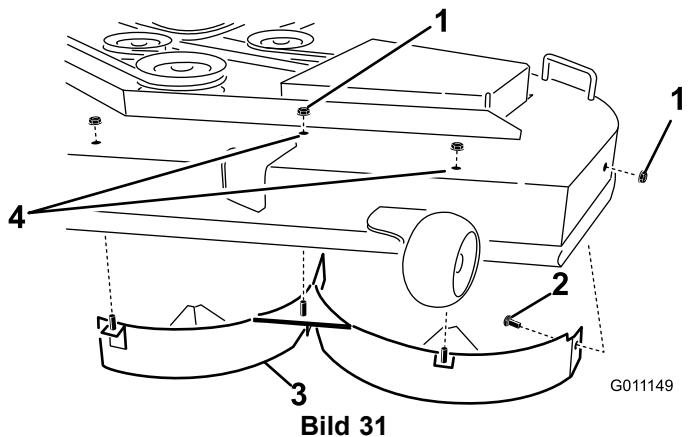

Bild 31
7. Entfernen Sie das linke Ablenkblech vom Mähwerk, wie in Bild 31 dargestellt.
8. Sie finden die zwei Schrauben und Sicherungsmuttern in den losen Teilen. Setzen Sie die Befestigungen in die Löcher oben am Mähwerk ein, wie in Bild 31 dargestellt, um das Herausschleudern von Grünabfällen zu vermeiden. Setzen Sie die Schraube durch die Unterseite des Mähwerks ein und befestigen sie mit einer Sicherungsmutter von oben.
6. Entfernen Sie die drei Sicherungsmuttern (5/16 Zoll) die an den geschweißten Pfosten des linken Ablenkblechs oben am Mähwerk in der Mitte, links von der Mitte und links befestigt sind (Bild 31). Entfernen Sie die Schlossschraube und Sicherungsmutter an der Seitenwand des Mähwerks, mit denen das linke Ablenkblech am Mähwerk befestigt ist.